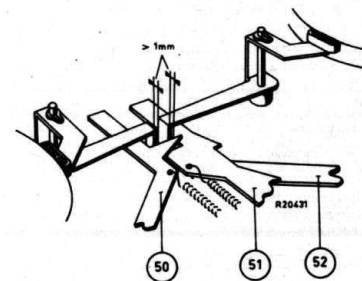
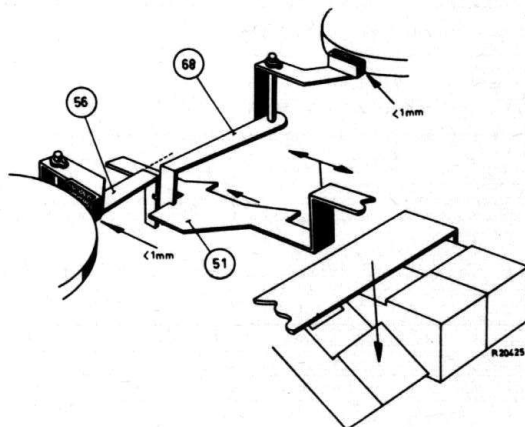

Fig. 20
Fig. 21
- De afstand tussen de verticale lippen van de rembeugels en de spoelstrippen 51 en 52 en de startstrip 50 moet ca. 1 mm zijn, zie fig. 20. Eventueel in te stellen door de knik in de spoelstrippen 51 en 52 en in de startstrip 50 iets te buigen, zie fig. 21, 22 en 23.
- Als de toets voor terugspoelen wordt ingedrukt, moet éérst de linkerrem worden gelicht. De spoelstrip 51 moet in de inkeping van de rechterrembeugel schuiven, zie fig. 21. Is de toets geheel ingedrukt, dan moet de afstand tussen de remschoenen en de spoelschotels groter zijn dan 1 mm, zie fig. 21. Eventueel in te stellen door verbuigen van de knik in spoelstrip 51, zie fig. 21.